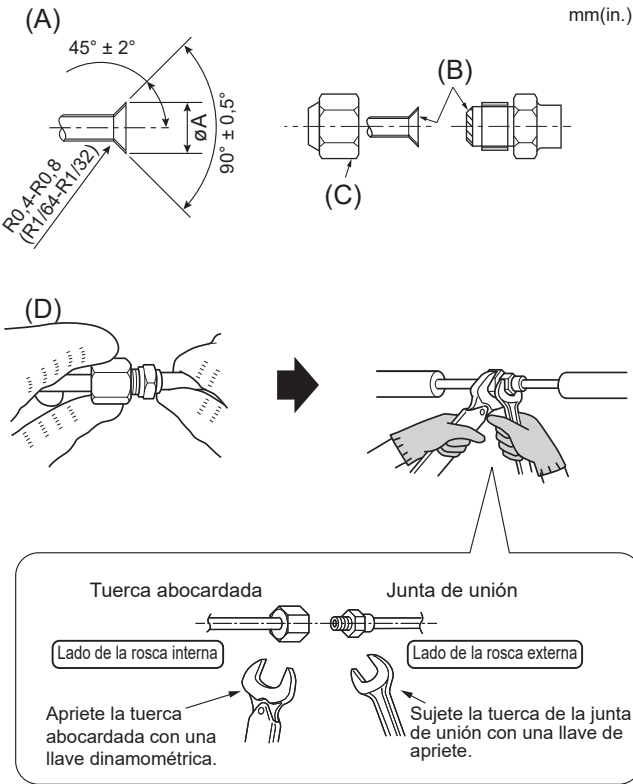

Fig. 4-1
4.2. Tubos de conexión (Fig. 4-1)
- Abocarde los extremos de los tubos de refrigerante. (A)
- Aplique aceite refrigerante para máquinas sobre toda la superficie abocinada. (B)
- Utilice las tuercas abocardadas como se indica. (C)
- Utilice 2 llaves para apretar las conexiones de los tubos. (D)